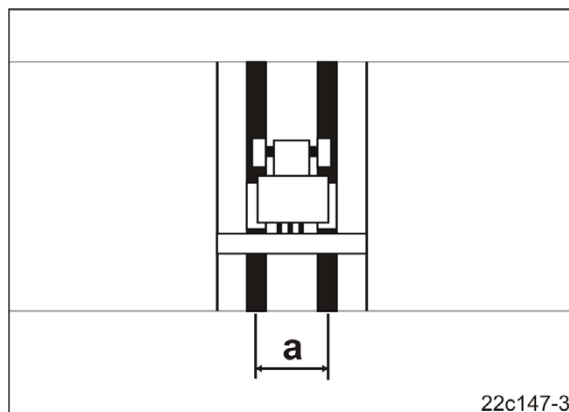

Рис. 115
- выставлена ли технологическая колея на ширину колеи (Рис. 115/а) пропашного трактора;